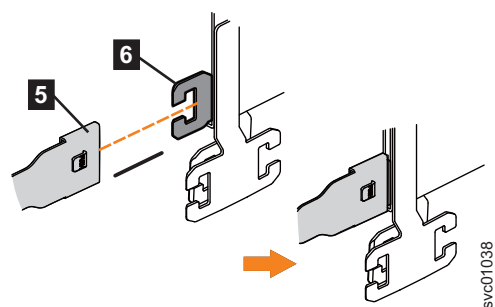

図 47. 右側のサポート・レールへの上部 CMA のサポート・レール・コネクターの接続
4. 図 47 に示すように、上部 CMA アセンブリーのサポート・レール・コネクタ (5) を右側のサポート・レールのコネクタ・ベース (6) に接続します。